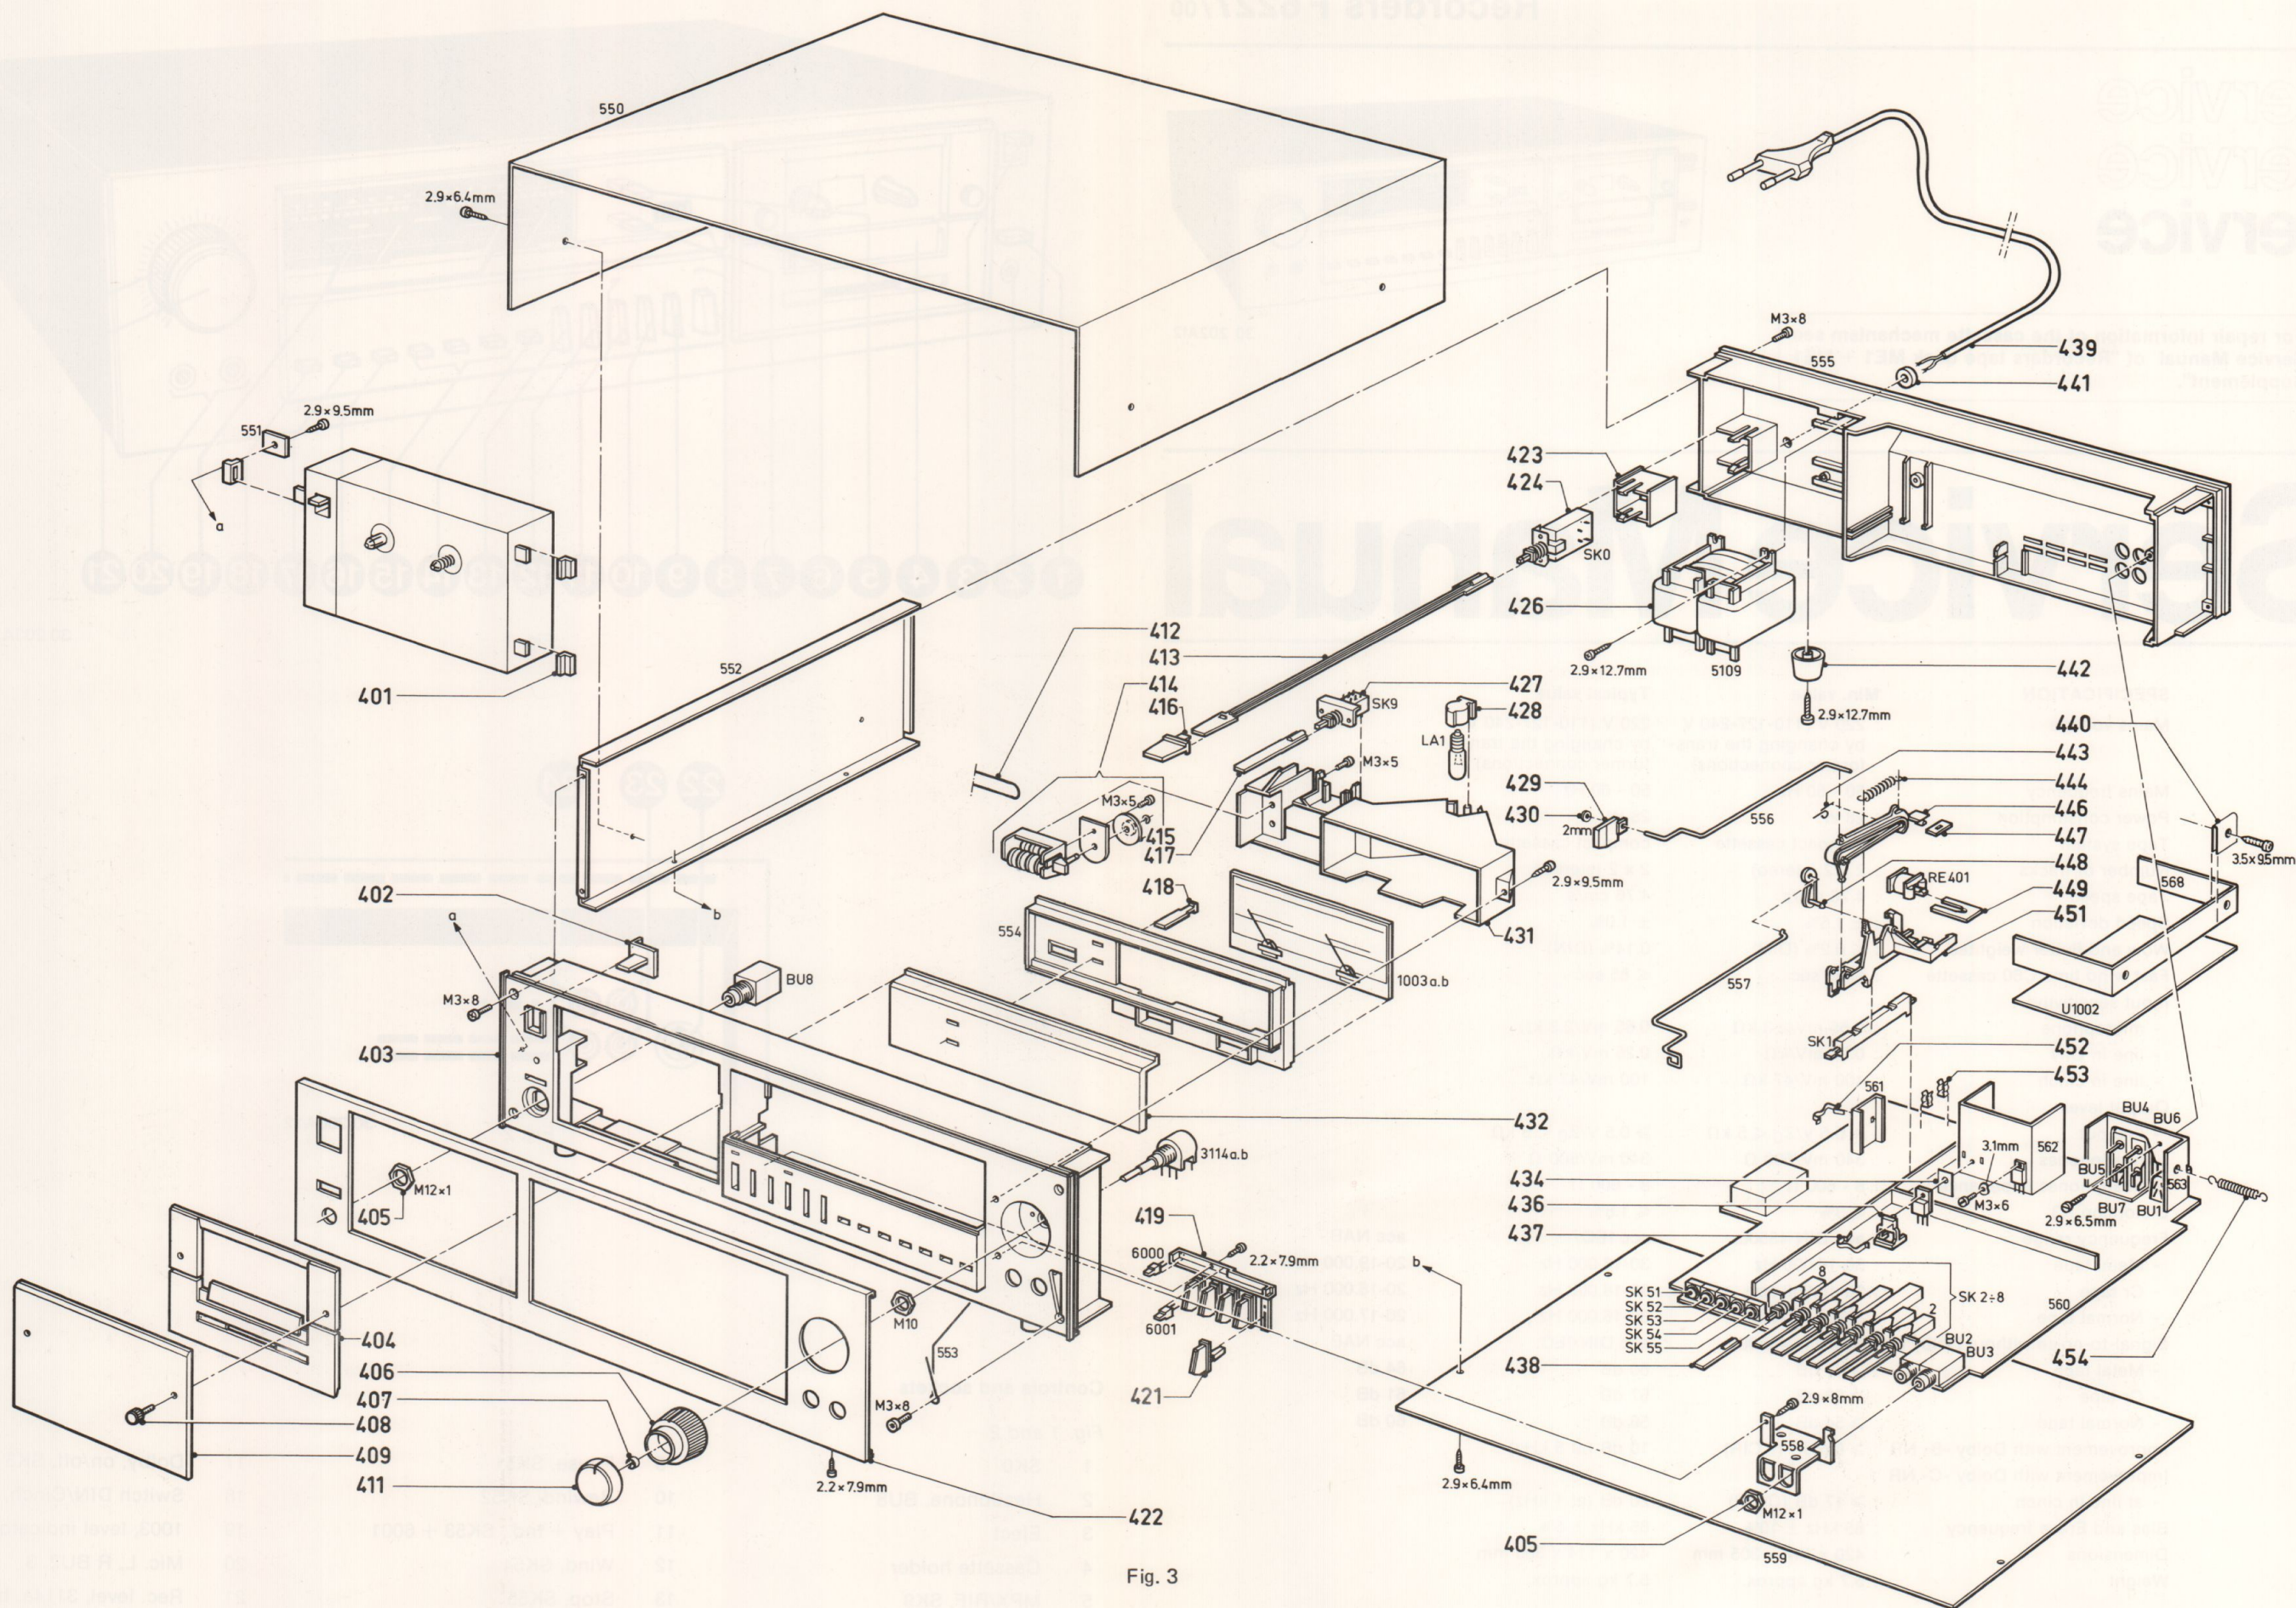

Fig. 3
In this recorder type an auto-stop switch has been mounted onto the mechanical counter (refer to Fig 3, item no. 414). While testing the tape-transport functions PLAY, WIND and REWIND, make sure the counter belt (refer to Fig. 3, item no. 412) has been placed and switch SK58 (Fig. 9) has been connected.
In dit type apparaat is een automatische stopschakelaar gemonteerd op de mechanische teller (pos. 414 in Fig. 3). Zorg ervoor dat bij het testen van de loopwerkfuncties: Play, Wind en Rewind de tellersnaar (pos. 412 in Fig. 3) is aangebracht en schakelaar SK58 (Fig. 9) is aangesloten.
Ce type d'appareil contient un commutateur d'arrêt automatique monté sur le compteur mécanique (rep. 414 en Fig. 3). S'assurer que à l'essai des fonctions du mécanisme telles que: "Play", "Wind" et "Rewind", la courroie du compteur (rep. 412 en Fig. 3) et que le commutateur SK58 (Fig. 9) soit raccordé.
In diesen Gerätetyp ist am mechanischen Zählwerk (Pos. 414 in Bild 3) ein automatischer Stoppschalter eingebaut. Es ist zu veranlassen, dass beim Prüfen der Laufwerkfunktionen PLAY, WIND und REWIND das Zählwerkseil (Pos. 412 in Bild 3) angebracht und Schalter SK58 (Bild 9) angeschlossen wird.
Questo tipo possiede un commutatore di arresto automatico montato sul contatore meccanico (pos. 414 alla Fig. 3). Assicurarsi che alla prova delle funzioni meccaniche: "Play", "Wind" e "Rewind" la puleggia del contagiri (pos. 412 nella Fig. 3) è montata e il commutatore SK58 (Fig. 9) è collegato.